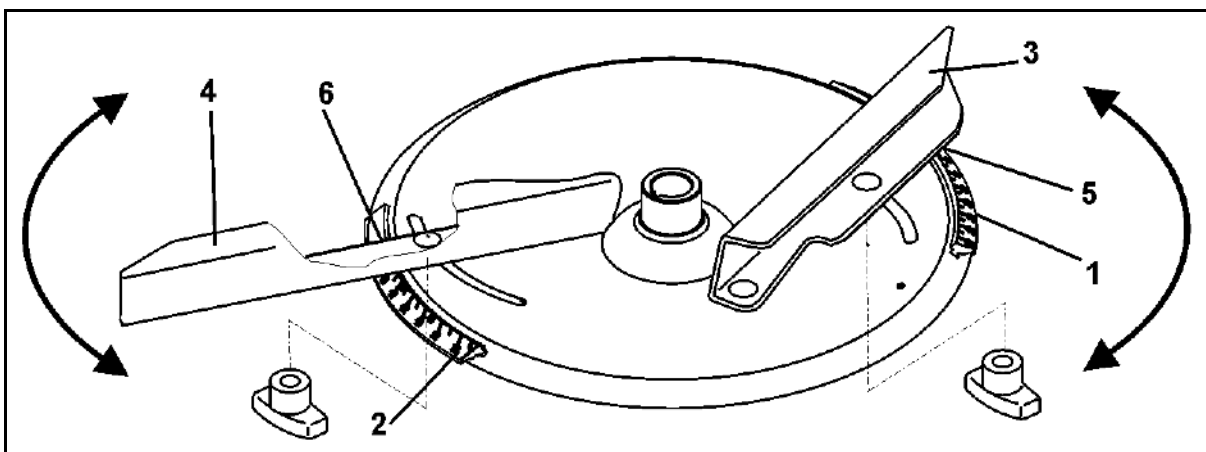

Рис. 86
Для точной настройки без использования инструмента отдельных распределяющих лопастей на каждом распределяющем диске расположены две различающиеся, характерные шкалы (Рис. 86/1 и Рис. 86/2).
- Более короткой лопасти (Рис. 86/3) соответствует шкала (Рис. 86/1) со значениями от 5 до 28, а более длинной лопасти (Рис. 86/4) шкала (Рис. 86/2) со значениями от 35 до 55.
- Найдите для короткой распределительной лопасти (Рис. 86/3) установочное значение на указателе (Рис. 86/5).
- Найдите для длинной распределяющей лопасти (Рис. 86/4) установочное значение на указателе (Рис. 86/6).
- Перевод распределяющих лопастей на большее числовое значение шкалы (Рис. 86/1 или Рис. 86/2) ведет к увеличению рабочей ширины захвата.